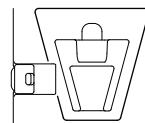
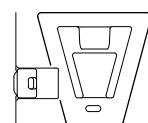

図3
図4
- ・カメラモジュールのVエッジが下がっていると、結合できません。(図3) カメラモジュールのレコーディングモジュールリリースレバーを、押し下げてください。Vエッジが上がります。(図4)